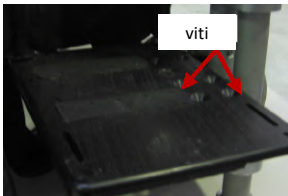

fig. 13.1
- a testa svasata, posizionate sulla pedana, nel caso di pedane separate (fig. 13.1)